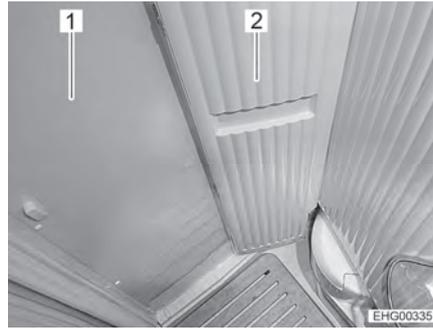
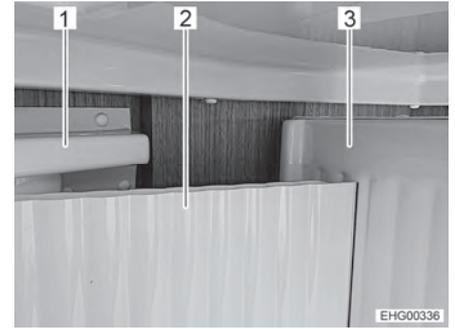

Fig. 140 Petite paroi pivotante, pivotée
Fig. 141 Position correcte de la petite paroi pivotante
- Fermer la porte du cabinet de toilette (Fig. 140,1 et Fig. 141,1).
-  ▷ **Toujours** positionner la petite paroi pivotante (Fig. 140,2 et Fig. 141,2) **avant** la grande paroi pivotante (Fig. 141,3) ! **Ne pas** presser la petite paroi pivotante **derrière** la grande ! Il est sinon possible de s'emprisonner dans le cabinet de toilette car il n'est éventuellement plus possible d'ouvrir sa porte.
- Faire pivoter la petite paroi pivotante (Fig. 140,2 et Fig. 141,2). La petite paroi pivotante se trouve alors dans la bonne position quand elle se trouve devant la grande (Fig. 141,3).